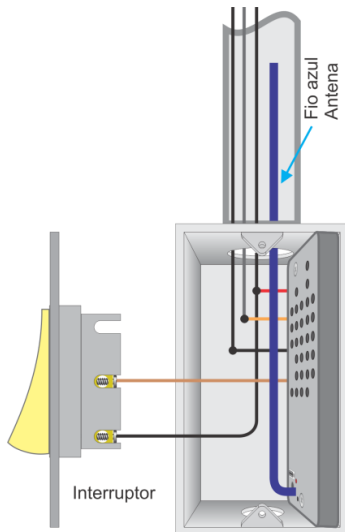

Figura 9
- Acrescente um fio que deve ser conectado à Fase 1 e passe-o pelo conduíte até a caixa de um dos interruptores. Na figura 9 esse fio ligado à Fase 1 é representado pelo fio cinza e passa pelo conduíte até a caixa do interruptor da esquerda. Conecte esse fio ao fio laranja do módulo SMART CLICK.
Coloque o módulo na lateral da caixa 4x2 ou 4x4 e insira o fio azul (antena) no conduíte de forma que fique o mais esticado possível, como ilustrado na figura 9.